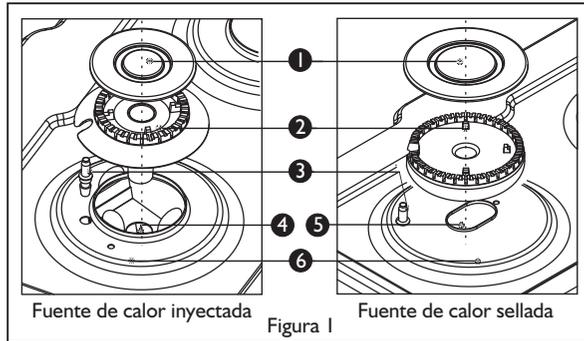

Figura 1
- Antes de encender las fuentes de calor, verifique la posición correcta del difusor y la tapa de la fuente de calor, éstas deben ser concéntricas con el quemador: (Ver figura 1, página 8).